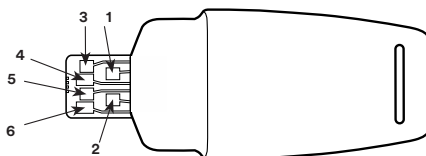

Figura 6-2: Haste de verificação da calibração
- Segure todos os terminais do multi-medidor digital nas almofadas uma e três (consulte a Figura 6-2).